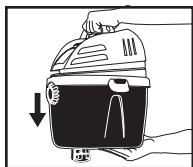

FIGURA 3
8. Instale la aspiradora alineando las ranuras en cada lado del depósito para enganchar mientras la aspiradora se baja sobre la ménsula de pared **FIGURA 3**.